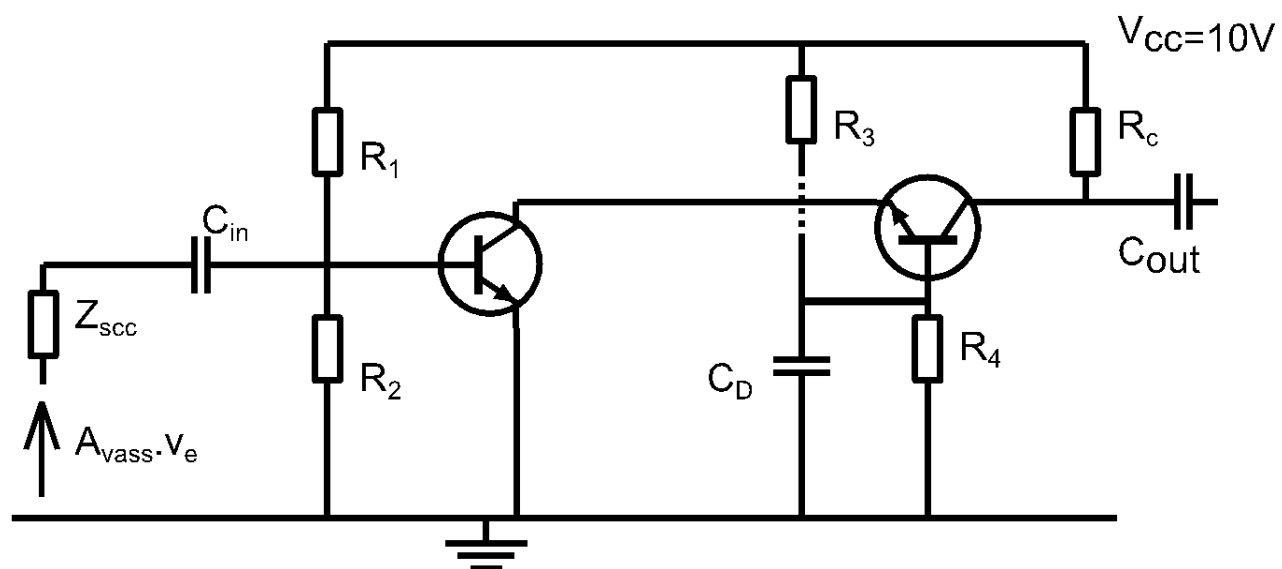

Figure 4 : Montage cascode.
Afin de restaurer la bande passante, on utilise un montage cascode (figure 4). Ce montage est constitué de l'association d'un montage EC et d'un montage BC (base commune).
- 4- **Câbler** le montage de la figure 4.